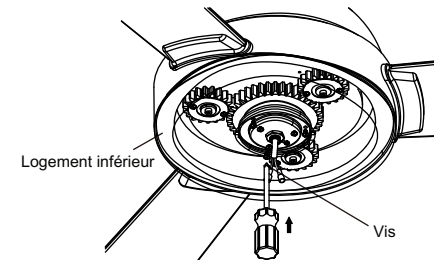

Fig. 22
**Étape 2.** Fixez le boîtier inférieur au corps moteur, insérez trois (3) vis préalablement enlevées dans les trous et serrez-les solidement. (Fig. 22)